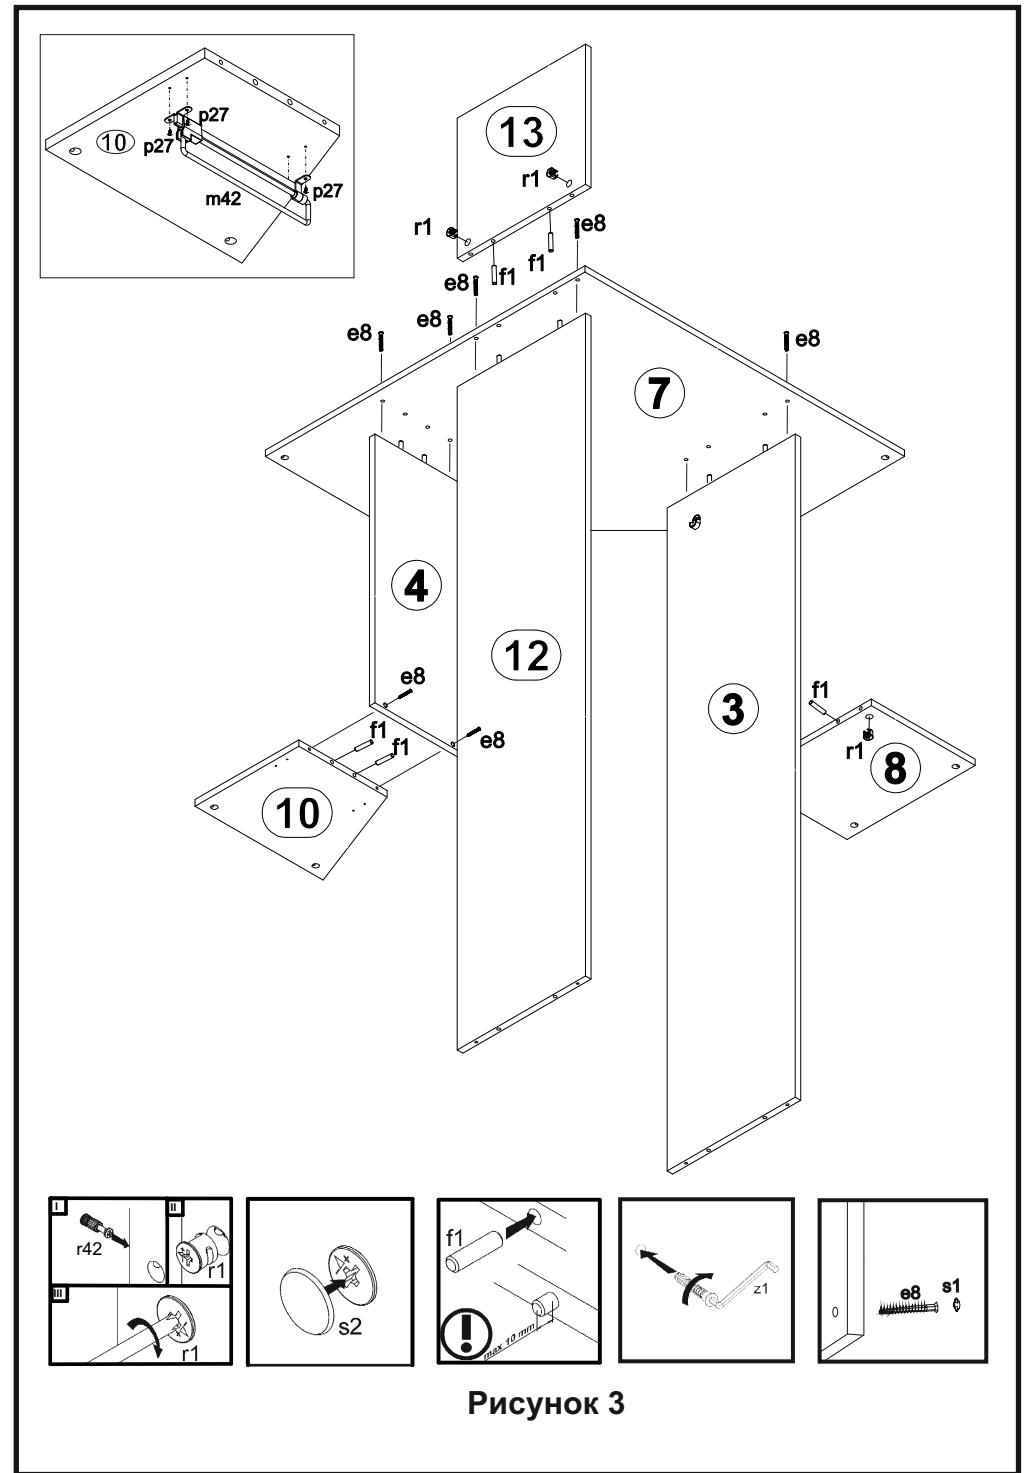

Рисунок 3
10. На полке соединительной **10** закрепить штангу выдвижную **m42** при помощи шурупов **p27** (см. рис. 3).
11. Соединить детали **1, 2, 3, 4, 5, 6, 7, 8, 10, 12, 13** при помощи шкантов **f1**, стяжек эксцентриковых **r1**, конформатов **e8**. Затянуть стяжки эксцентриковые **r1** и конформаты **e8** с помощью ключа **z1** (см. рис. 3, 4, 5).